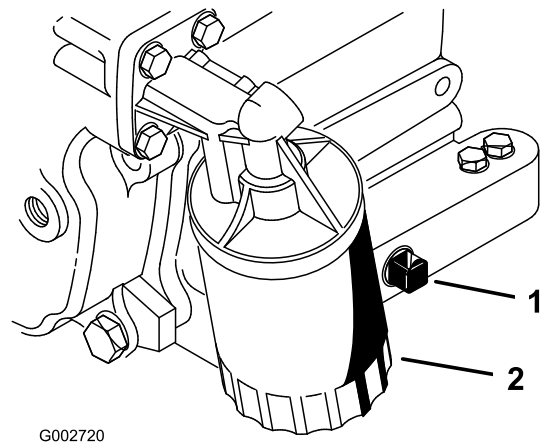

Figura 26
2. Togliete il tappo di spurgo (Figura 26) e lasciate defluire l'olio in una bacinella. Quando l'olio cessa di defluire, rimontate il tappo.
3. Togliete il filtro dell'olio (Figura 26).